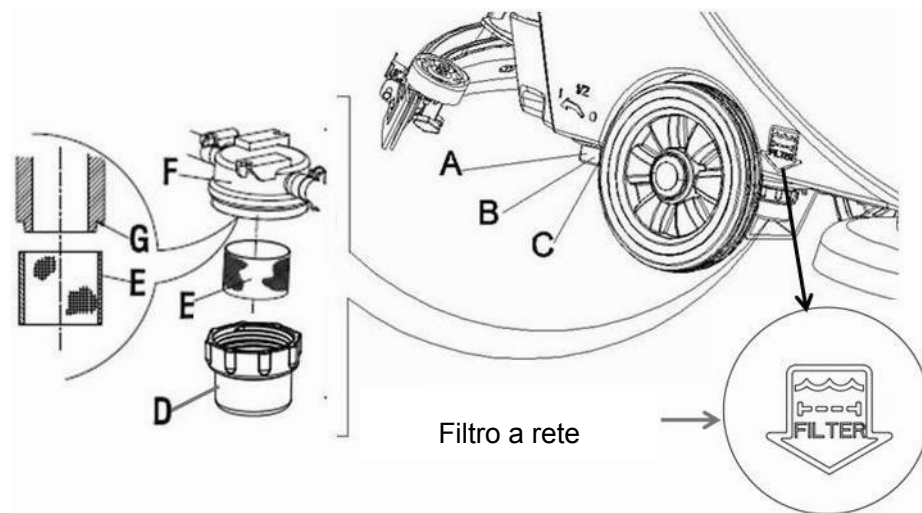

Figura 17
- Premere l'interruttore (41) in posizione "O" per spegnere l'apparecchio.
- Chiudere la valvola di drenaggio (A, Figura 17) (situata sul fondo dell'apparecchio, dietro le ruote). Posizione B valvola aperta, posizione C valvola chiusa.
- Togliere il coperchio trasparente (D), e quindi estrarre il filtro (E), e collocarli nella scatola del filtro (F) dopo averli puliti.